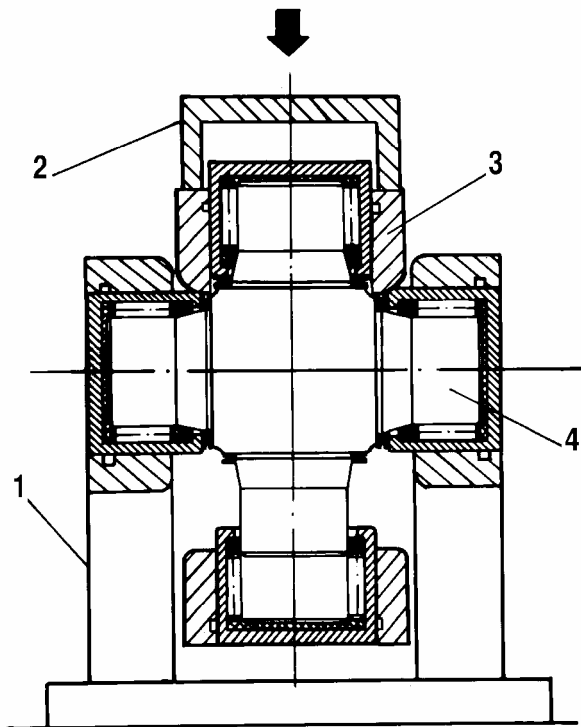

Рис. 3-47. Разборка карданного шарнира:
- установите карданный вал одной из вилок карданного шарнира на опору 1 (рис. 3-47) прессы. Через специальную втулку 2 штоком прессы переместите другую вилку (поз. 3) шарнира вниз до упора в крестовину;